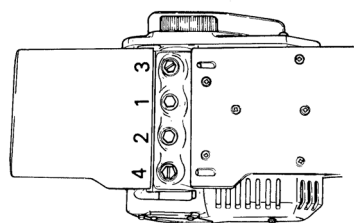

図 18
- (9) 抜き取っておいた内側のボルト2本をねじ込み、ボックススパナで4本のボルトを図18の順序で、2～3回くり返して十分に締付け固定します。
- (10) かな胴を反転し、反対側も同じように取付け、固定します。